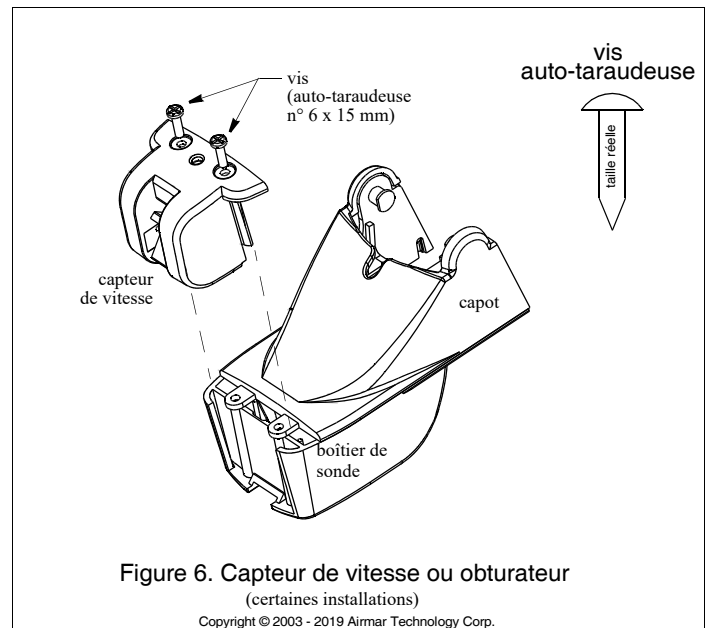

Figure 6. Capteur de vitesse ou obturateur (certaines installations)
1. Ôtez les deux vis de fixation du capteur de vitesse au boîtier (Figure 6).
5. Insérez les rails latéraux du capteur de vitesse ou de l'obturateur dans les rainures sur la face arrière du boîtier de (Figure 6). Faites glisser le capteur de vitesse vers le bas. Fixez le capteur de vitesse ou l'obturateur à l'aide des deux vis autotaraudeuses n° 6 x 15 mm.